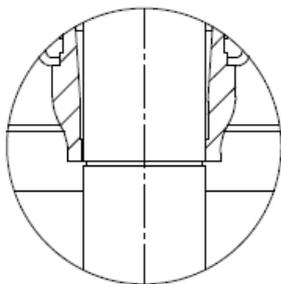

Рис. 5
- Положение первого рабочего колеса и вала представлено на рис. 5;